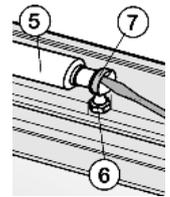

Fig. 4
- ▶ Staccare sollevando l'ammortizzatore di chiusura Fig. 4 (5) dal perno a sfera Fig. 4 (6). Per sbloccare il morsetto a molla Fig. 4 (7) estrarre la molla agendo con cautela con un cacciavite.*
► Spostare il perno sferico Fig. 4 (6) e serrare fermamente a 2 Nm.